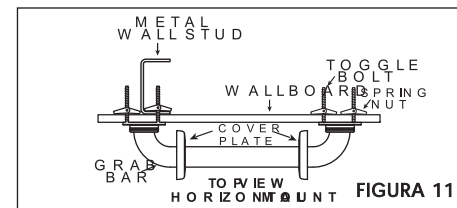

FIGURA 11
4. Coloque el extremo de la Barra de Seguridad con los TORNILLOS DE FIJACIÓN adjuntos de manera que pueda oprimir las tuercas de resorte y los topes en los extremos de los TORNILLOS DE FIJACIÓN por los agujeros perforados correspondientes. Las tuercas de resorte deben pasar totalmente por los agujeros en la pared. (vea la Figura 11).
6. Hale los TORNILLOS DE FIJACIÓN hacia usted y apriete con el dedo los TORNILLOS para asegurarse que las tuercas de resorte se han abierto completamente contra el dorso de la pared y las vigas de metal de la pared (vea la Figura 11). Si las tuercas de resorte no se han abierto completamente, afloje los tornillos y repita el Paso 6.